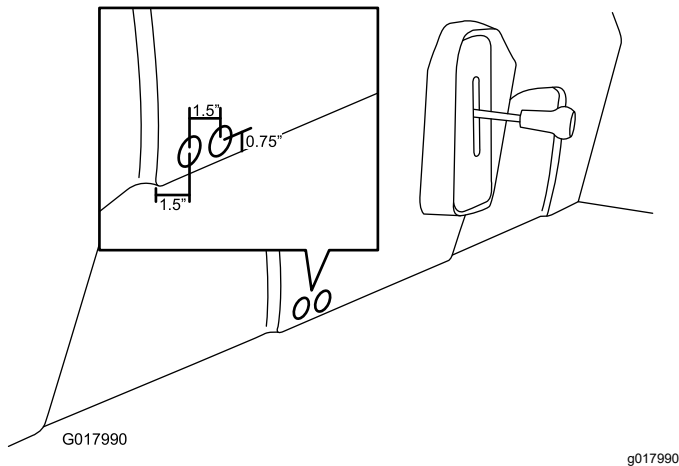

Figura 31
1. Marque e faça dois furos na base do banco utilizando uma broca (1 pol.) como se mostra na Figura 31.